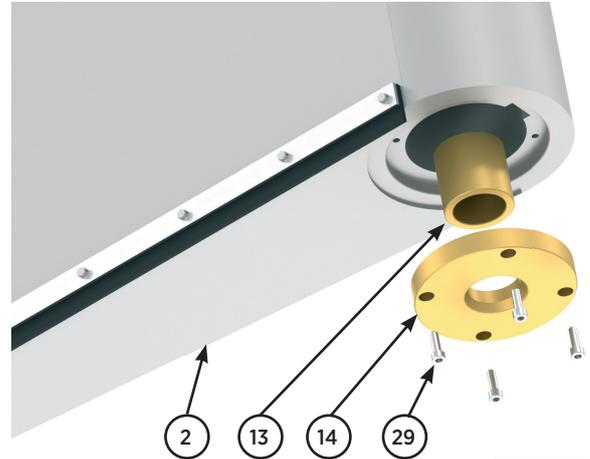

Fig. 15
8. Retirar la arandela de apoyo inferior y el casquillo de guía inferior (fig. 15). Acto seguido limpiar su alojamiento.